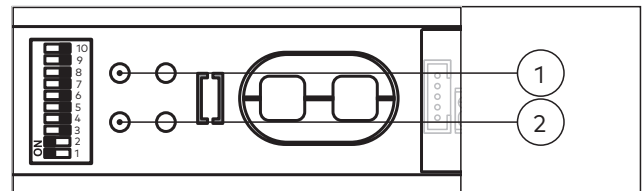

Abb. 48 Lernfahrt starten
- ▶ Die LED blinkt grün (Abb. 48/1).
3. Den Reset-Taster am Antrieb länger als 3 Sekunden drücken (Abb. 48/2).